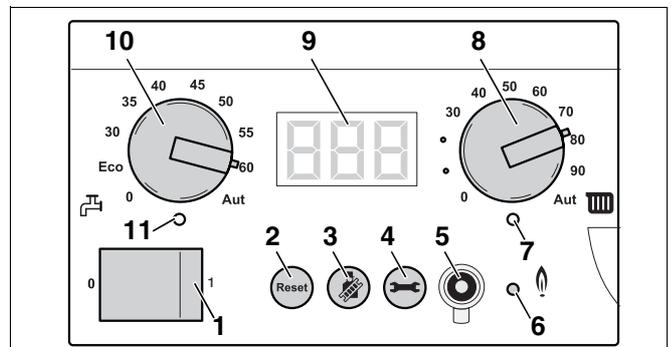

Fig. 81 Regolatore di base BC10
- Attivare l'impianto di riscaldamento agendo sull'interruttore d'esercizio del regolatore di base Logamatic BC10 (fig. 81, **pos. 1**).
- Mantenere premuto il tasto "Spazzacamino" (fig. 81, **pos. 3**) (per circa due secondi), finché sia visualizzato il punto nella parte inferiore destra del display (fig. 81, **pos. 9**). Vedere anche tabella 8, „Prova di combustione“, pagina 44.
- Dopo l'accensione del LED "Bruciatore" (fig. 81, **pos. 6**) attendere un minuto, finché la caldaia funzioni a pieno carico.
- Premere il tasto "Indicazione di stato" (fig. 81, **pos. 4**) tante volte quanto necessario affinché sul display compaia l'indicazione della temperatura.
- Premere il tasto "Spazzacamino" (fig. 81, **pos. 3**) per concludere la misurazione. Vedere anche tab. 8, "Prova di combustione", pagina 44.